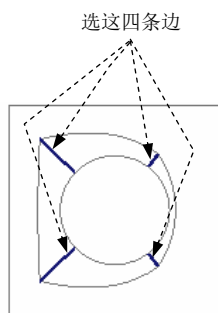

图 5.36.18 倒圆角特征 1
(5) 单击操控板中的 按钮，完成扫描混合特征的创建。
Step10. 添加图 5.36.18 所示的变半径倒圆角特征 1。
(1) 单击 **模型** 功能选项卡 **工程** 区域中的 **倒圆角** 按钮。
(2) 选取圆角的放置参考：在模型上选择图 5.36.18 中的四条边线。
(3) 在操控板中单击 **集** 按钮，在定义半径的栏中右击，选择 **添加半径** 命令。